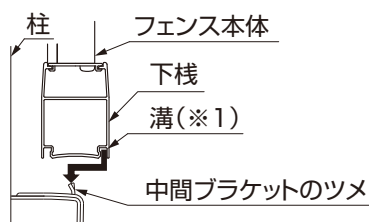

図4-6 図はライシスフェンスの場合を示しています
①上段フェンスの下棧の溝(※1)に中間ブラケットのツメが入るように取付けてください。(図4-6参照)
●図4-6の下棧はライシスフェンス、プレスタフェンスも同様の納め方です。